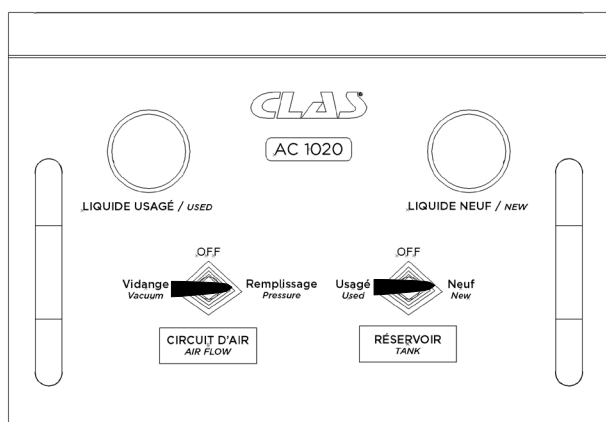
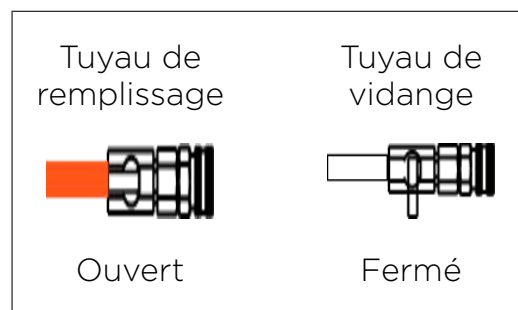

Fig. 8
Fig. 9
- Pour commencer l'opération, ouvrez la vanne de remplissage (tuyau orange) (Fig.9). Positionnez la vanne " Circuit d'air " sur " Remplissage " et la vanne " Réservoir " sur " Liquide Neuf " (Fig.8). Afin d'éviter de mettre accidentellement sous pression le circuit, la pression exercée sera limitée par l'appareil à 0.5bar.